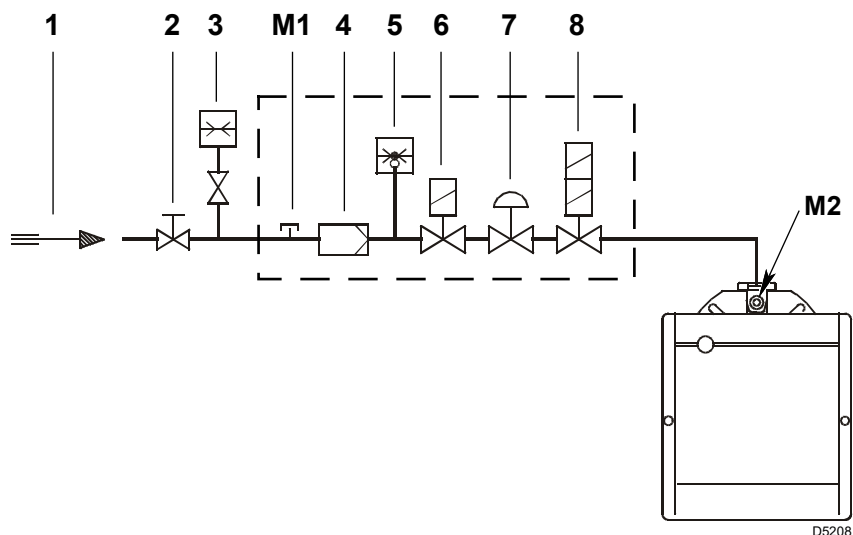

Fig. 16
Legenda (Fig. 16)
Pressão do gás medida na tomada M2)(Fig. 16 na pág. 19), com:
- subtraia da pressão do gás na tomada M2)(Fig. 16 na pág. 19) a pressão na câmara de combustão.
Pelo contrário, para conhecer a pressão do gás necessária na tomada M2)(Fig. 16), uma vez fixada a potência máxima de modulação à qual se deseja que o queimador funcione:
- Leia à direita, coluna 1, a pressão na tomada M2)(Fig. 16 na pág. 19).